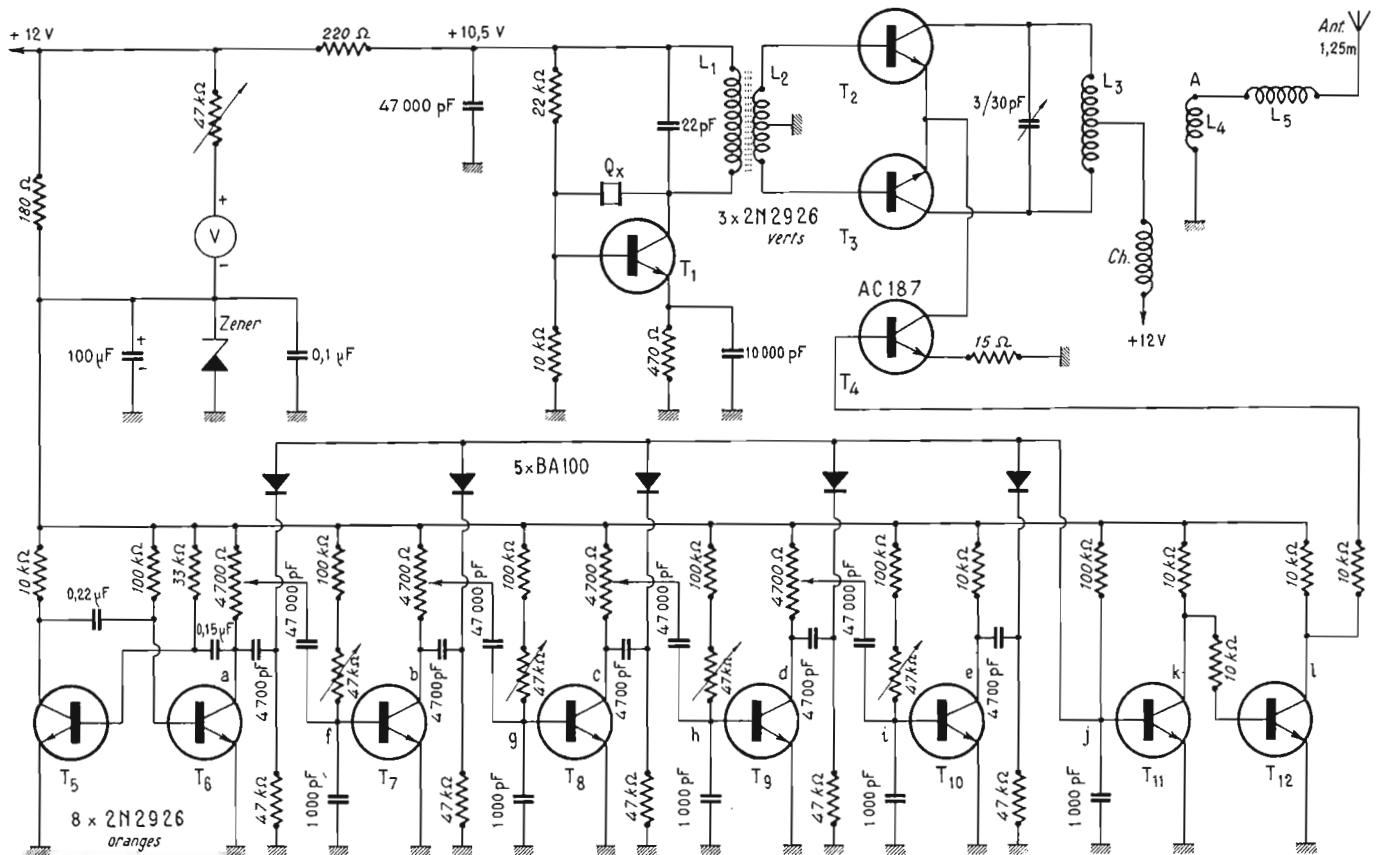

FIG. 2
I. ANALYSE DU SCHEMA (Fig. 2)
— **Un multivibrateur astable** type de Abraham et Bloch, constitué par les transistors T₅ et T₆, à couplage croisé, fabrique un signal rectangulaire dissymétrique de fréquence voisine de 50 Hz. Ce signal rectangulaire donnera la fréquence de répétition du cycle, c'est-à-dire du train d'impulsions. C'est pourquoi certains l'appellent « l'horloge ». Il serait plus correct de parler de base de temps. Le signal obtenu en a de la figure 2 est visible en figure 4 (c'est le premier) et en figure 11 Pt a.